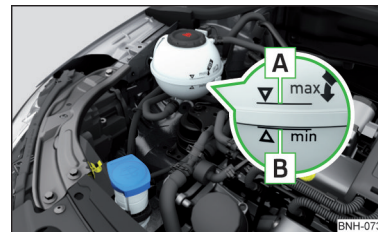

Fig. 228
Verificarea nivelului lichidului de răcire - lichidul de răcire trebuie să se situeze între marcasele **A** și **B** » fig. 228. Dacă nivelul lichidului de răcire se află sub marcajul **B**, completați lichidul de răcire.
Specificația lichidului de răcire este menționată pe vasul de expansiune a lichidului de răcire » fig. 228.
- Nu adăugați lichid de răcire deasupra marcajului **A** » fig. 228. Lichidul de răcire ar putea fi împins din sistemul de răcire, atunci când se încălzește - există pericolul de deteriorare a pieselor din compartimentul motor.